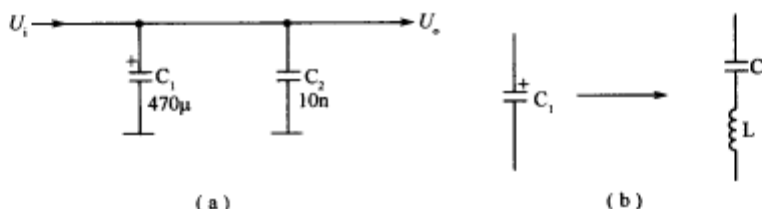

图 2-10 一大一小电容并联
(1)一大一小电容并联。一个容量很大的电容(如电解电容器)与一个容量很小的电容(如瓷片电容器)并联,如图 2-10 所示。电路中, C_1 是一个大容量滤波电容。 C_2 是一个小电容,为高频滤波电容。这种一大一小电容相并联的电路在电源电路中十分常见。
从理论上讲,在同一频率下,容量大的电容其容抗小,这样一大一小电容并联后,容量小的电容 C_2 不起作用。但由图 2-10(b) 电解电容器的等效电路可知,大容量的电容器除容量大外,由于其结构的原因,还具有感抗特性,根据电感的有关特性可知,感抗与频率成正比。这样,大电容工作在高频状态下时,虽然纯电容容抗几乎为零,但感抗却很大,容抗与感抗串联,由串联电路可知此时总的阻抗仍然很大,且呈感抗的特性。这样,大电容在高频情况下阻抗反而大于低频时的阻抗。